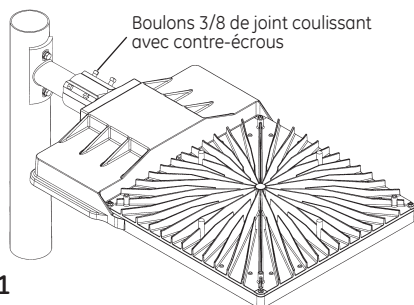

FIGURE 1
- Serrez les quatre boulons de 3/8 po sur le joint coulissant avec un couple de 10 14 lb-pi (14-19 N.m). Après le serrage des boulons, serrez les contre-écrous (voir la figure 1).